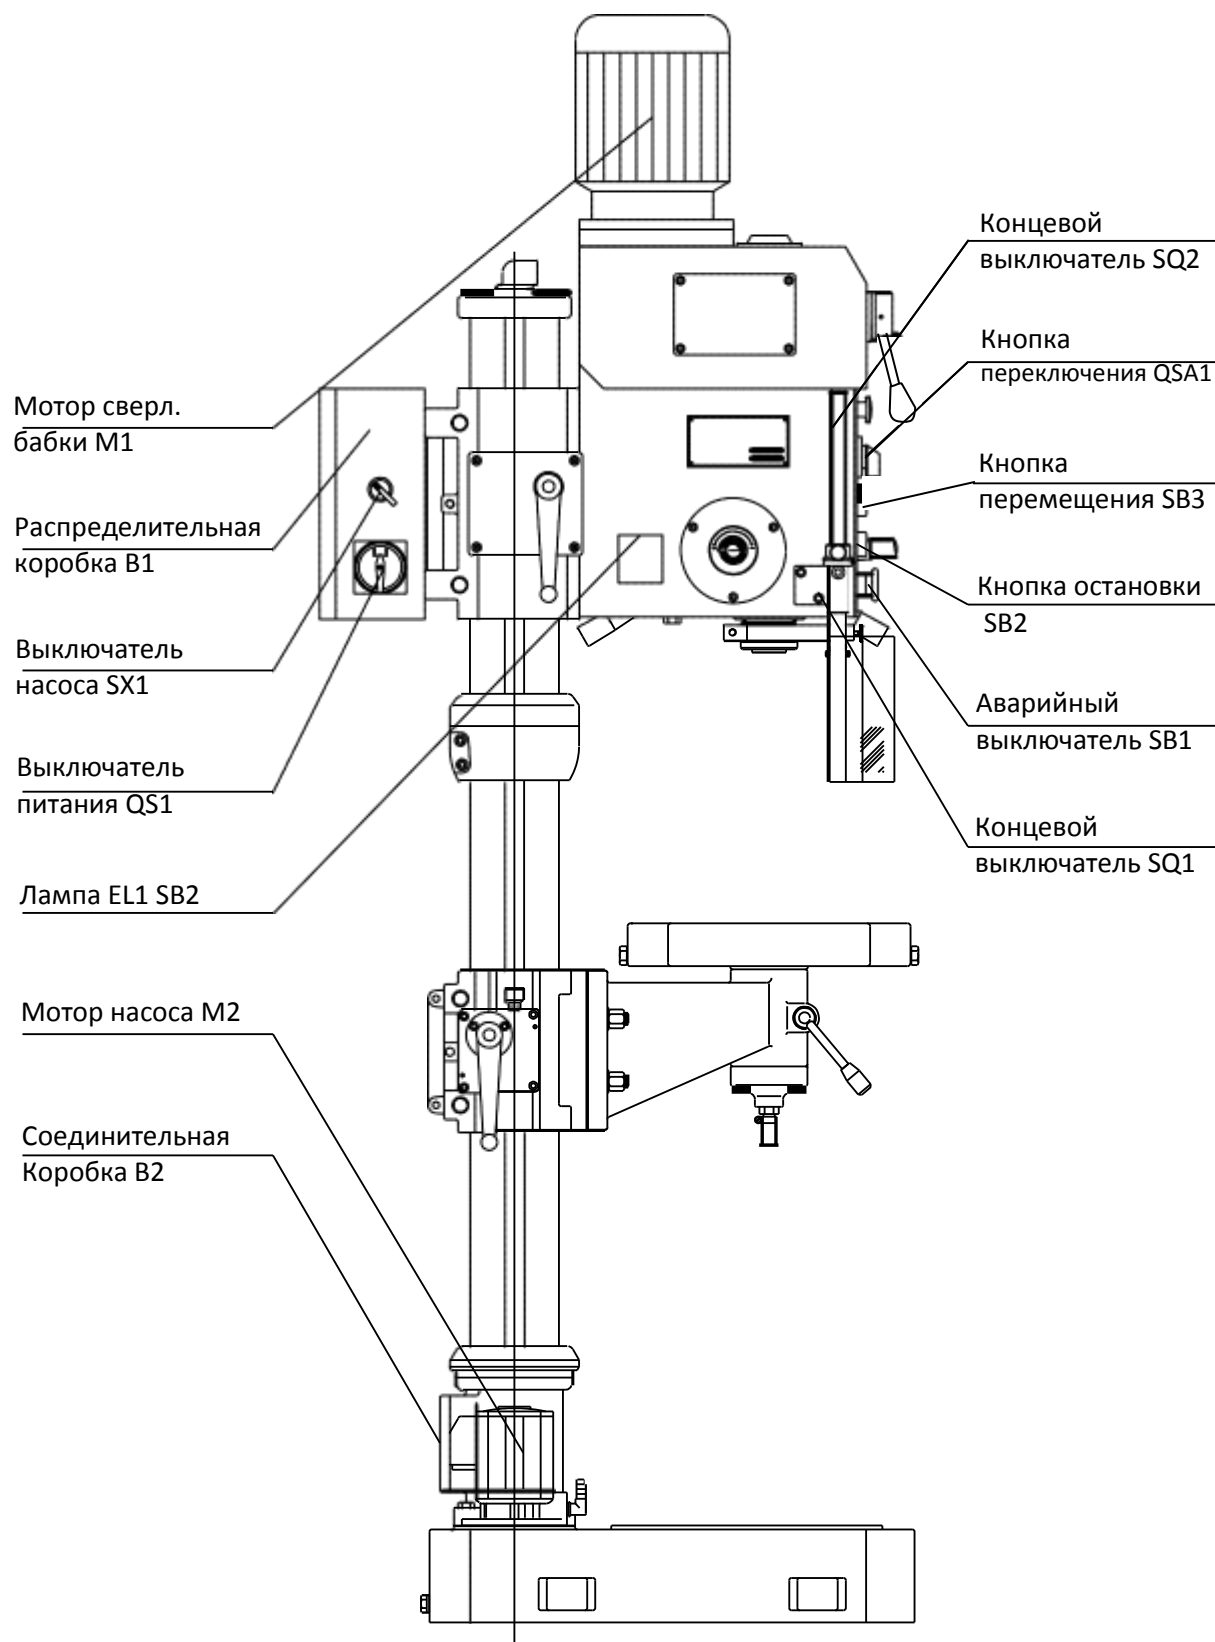

Рисунок 4. Элементы станка
4.2 Разъяснение схемы (См. Рис. 4, 5)